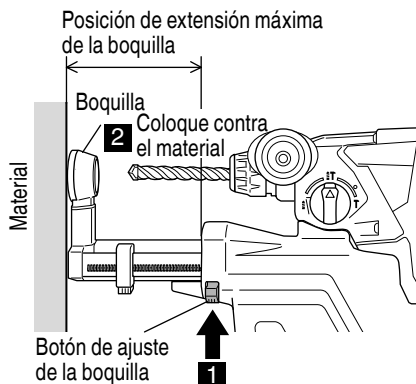

Fig. 5
2. Ajuste de la posición de la boquilla (Fig. 5, 6, 7)
- (1) Presione el botón de ajuste de la posición de la boquilla y asegúrese de que la boquilla esté en la posición completamente extendida. (Fig. 5)
- (2) Mientras sujeta la herramienta de tal manera que no se pulse el interruptor, coloque la boquilla contra el material que desea taladrar. (Fig. 5)